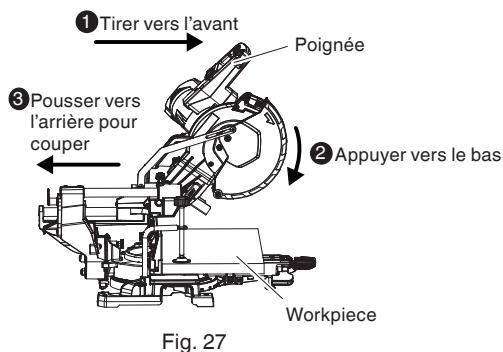

Fig. 27
Puis enfoncer la poignée et faire glisser la lame de scie en arrière pour couper la pièce comme indiqué à la Fig. 27. Cela facilitera la coupe des pièces d'une hauteur allant jusqu'à 3-1/2" (89 mm) et d'une largeur allant jusqu'à 11-1/2" (292 mm).
**⚠ AVERTISSEMENT:** \* Lors d'une coupe avec chariot, procéder comme indiqué à la Fig. 27.